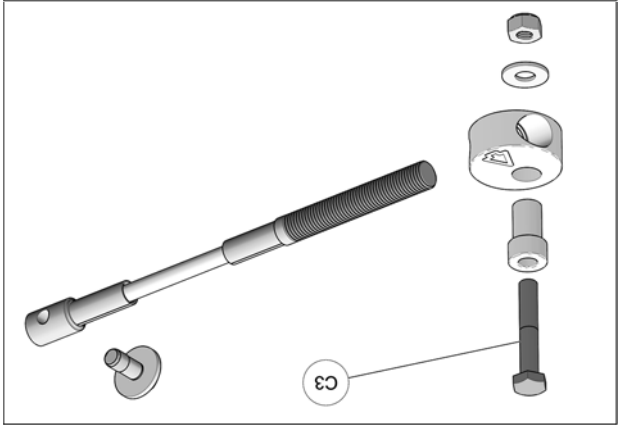

Fig. 16
5. Insérer le boulon M10x60 mm (C3) de l'ensemble de limiteur de conduite aux ancrages avant comme montré à la Fig. 16